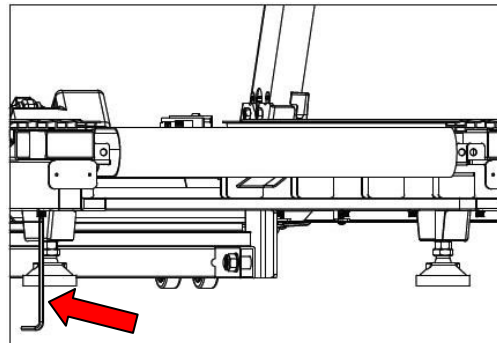

Abb. 4.6.2
- 3) Wie in Abb. 4.6.2 dargestellt, lösen Sie anschließend die 8 Schrauben des Haltestreifens mit einem Innensechskantschlüssel.